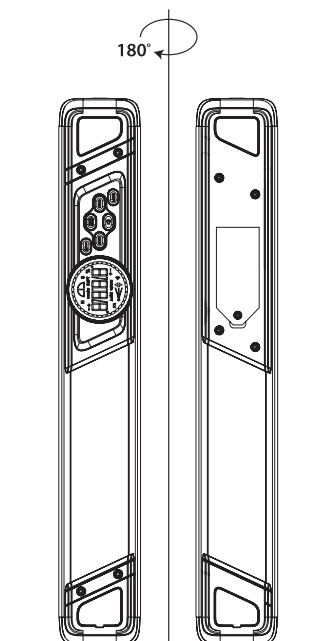

Рис. 5
- Поверните прибор на 90°, а затем нажмите кнопку (3). Надпись **CAL3** начнет мигать, а затем превратится в **CAL4**.
- Не перемещая прибор, поверните его на 180°, а затем нажмите кнопку (3). Надпись **CAL4** начнет мигать. Когда надпись **CAL4** исчезнет с дисплея (8), вертикальная калибровка будет завершена (рис. 5).